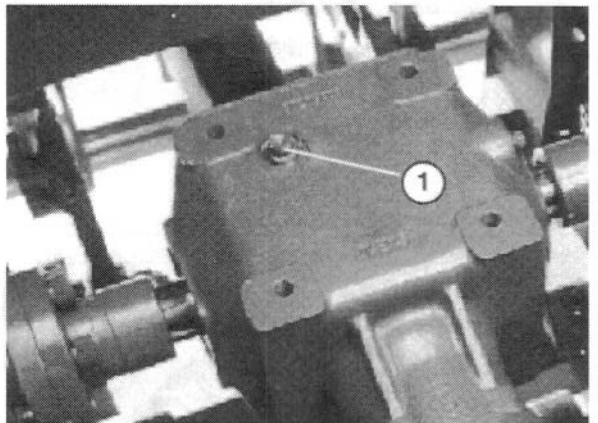

Figure 13
1. Garer la machine sur une surface horizontale, enlever le bouchon de remplissage/jauge du boîtier (Fig. 13).